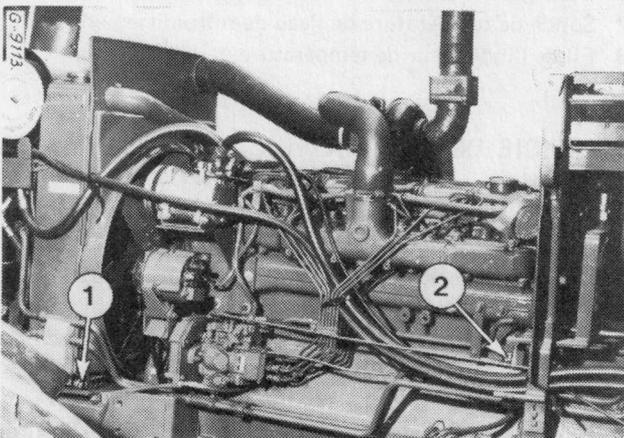

Figure 66
2 - Retirez le bouchon de vidange du carter moteur (2) fig. 66.
Mettez en place les deux bouchons de vidange (1 et 2) fig. 66.